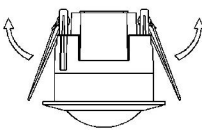

Imagen 2
- Conecte el cable de alimentación a la columna de conexión, de acuerdo con el diagrama (Imagen 2)